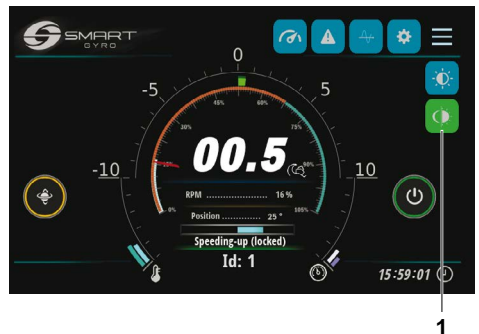

Bild 5
- Tryck ner natt/dag-valsikonen (bild 5, (1)) för att välja önskad körhastighet.